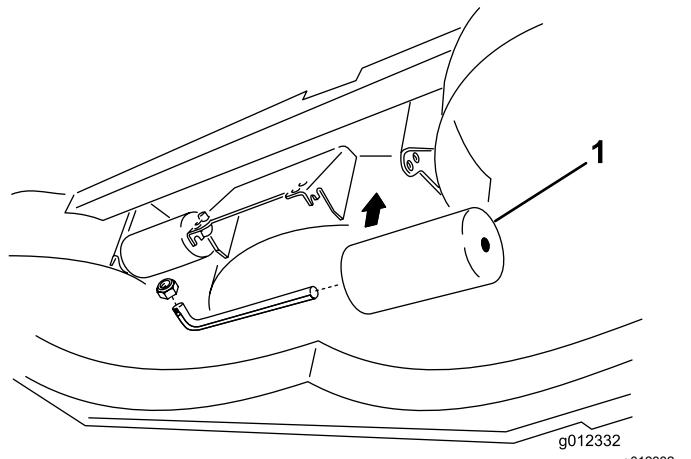

Bild 11
4. So stellen Sie die hinteren (internen) Rollen ein, siehe Bild 11.